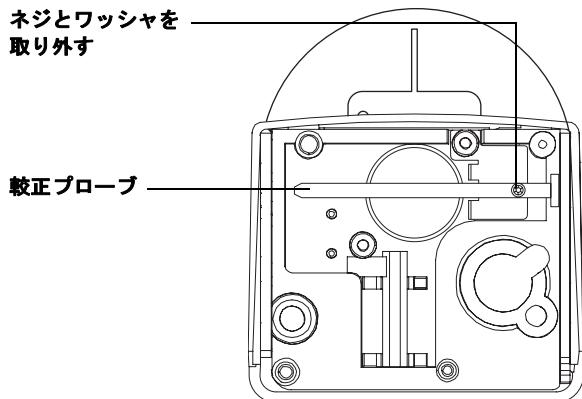

図61 較正プローブを取り外す
- 5 マウンティングポストからインジェクタを取り外してから、インジェクタの底部から較正プローブを取り外します。図61を参照してください。後からのプローブ保管のために、ネジとワッシャを取りっておきます。
- 11 調整が完了すると、オレンジ色のAlign Modeライトが消えます。較正プローブを取り外し、ステップ5で取り外したネジを使ってそれをタレットの下のクランプに固定します。図61を参照してください。